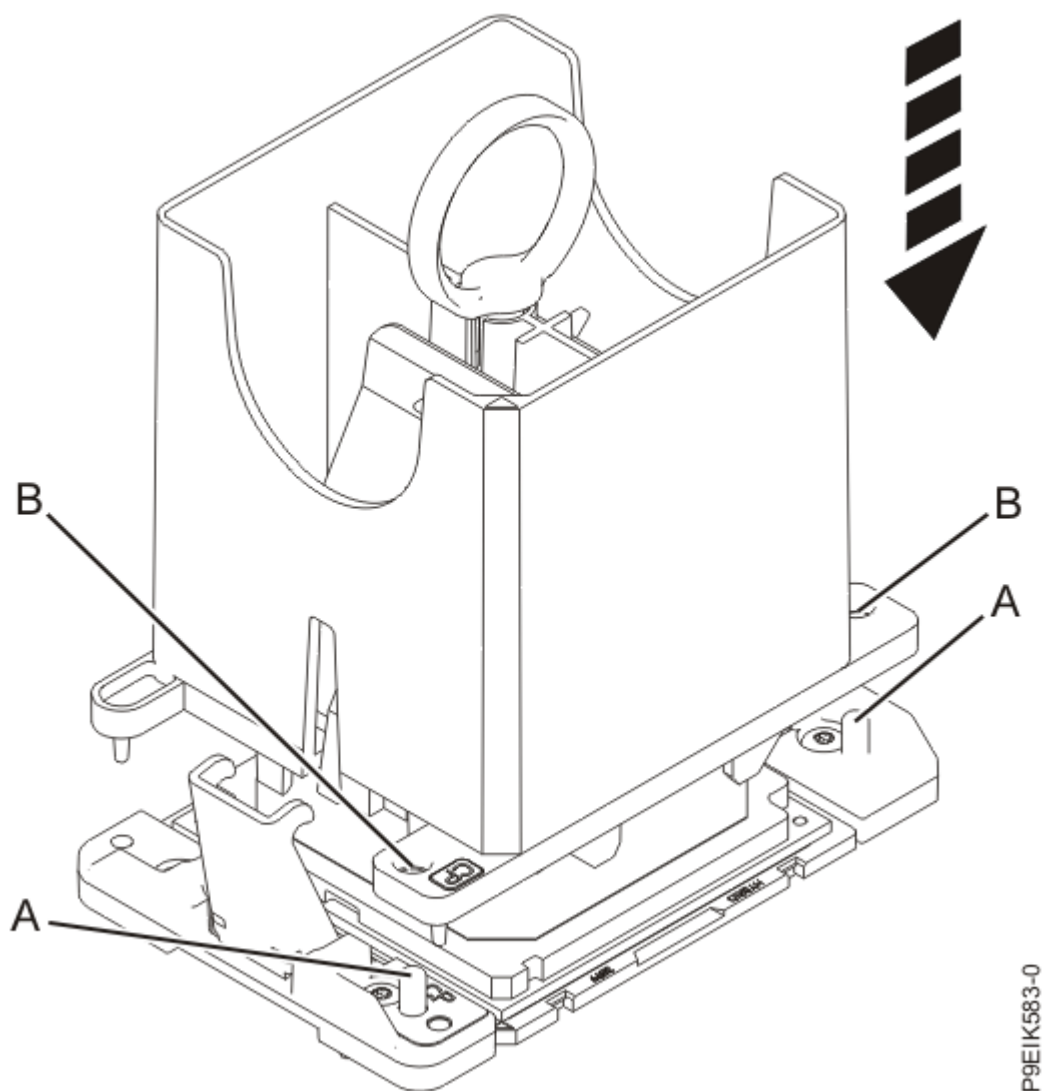

Figura 73. Cómo bajar la herramienta de extracción en el módulo del procesador del sistema
- b) Baje la herramienta por el módulo del procesador del sistema a la vez que se asegura de que las dos patillas de guía **(A)** se inserten en los orificios de alineación **(B)** en cada lado de la herramienta. Consulte la Figura 73 en la página 92.